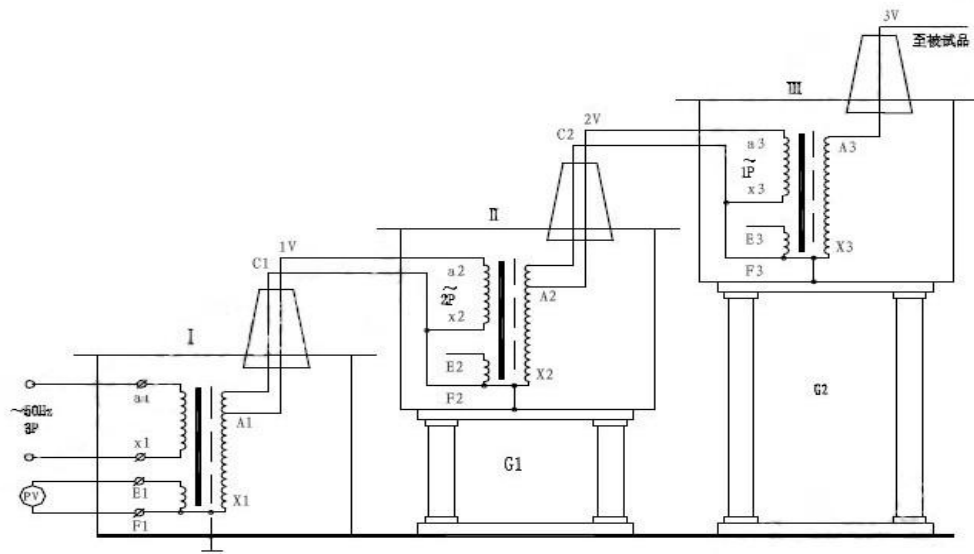

图 5：三台试验充压器串级接线原理图
- 2、三台工频耐压试验成套装置串级获得更高电压的接线原理见图5。串级工频耐压试验成套装置有很大的优越性，因为整个试验装置由几台单台工频耐压试验成套装置组成，单台工频耐压试验成套装置容量小、电压低、重量轻，便于运输和安装。它既然可串接成高出几倍的单台工频耐压试验成套装置输出电压组合使用，又可分开成几套单台工频耐压试验成套装置单独使用。整套装置投资小，经济实惠。图5 中，在第一级和第二级的每个单元工频耐压试验成套装置中都有一个励磁绕组A1、C1 和A2、C2。在串级试验变压器基本原理图中，低压电源加在工频耐压试验成套装置I 的初级绕组a1x1 上，单台试验变压 I、II、III的输出电压都是V。励磁绕组A1、C1 给第二级工频耐压试验成套装置 II 的初级绕组供电；第二级工频耐压试验成套装置 II 的励磁绕组A2、C2 给第三级工频耐压试验成套装置 III 的初级绕组供电。第二级工频耐压试验成套装置 II 和第三级工频耐压试验成套装置 III 的箱体分别处在对地为1V 和2V 的高电位上，所以箱体对地是绝缘的，工频耐压试验成套装置 I 的箱体是接地的。这